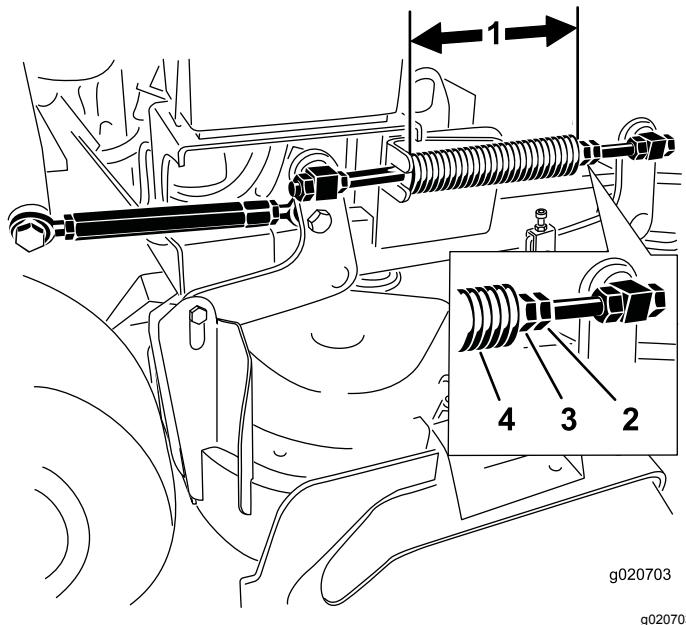

Figure 86
3. Réglez cette distance en desserrant l'écrou de blocage du ressort et en tournant l'écrou devant chaque ressort (Figure 86).
4. Bloquez l'écrou en position en serrant l'écrou de blocage du ressort (Figure 86).